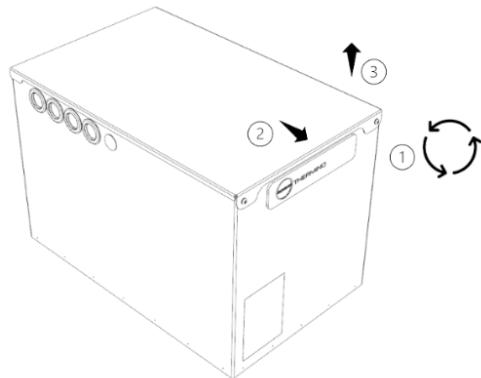

Figure 7 – Retrait du couvercle de la batterie thermique Thermino
- Retirer le couvercle. Le couvercle est sécurisé par 2 vis à tête cylindrique M5 à l'avant et deux goupilles de positionnement à l'arrière (Figure 7) :
- (1) Dévisser les vis à tête cylindrique M5 à l'aide d'une clé Allen 3 mm et les mettre de côté.
- (2) Faire glisser le couvercle vers l'avant, (3) puis soulever le couvercle et le mettre de côté.